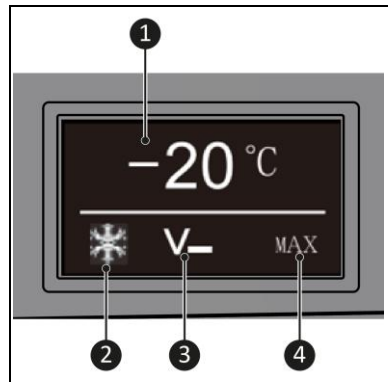

Abbildung 4
- Temperatur (Abbildung 4, Pos. 1) zeigt die eingestellte oder aktuelle Temperatur im Gerät an (Celsius oder Fahrenheit).
- Kühlen (Abbildung 4, Pos. 2) zeigt an, ob das Gerät aktiv kühlt.
- Batterieschutz (Abbildung 4, Pos. 3) zeigt den aktuell gewählten Batterieschutzmodus (niedrig, mittel oder hoch) an.
- Kühlkapazität (Abbildung 4, Pos. 4) zeigt die Kühlkapazität (MAX oder ECO) an.